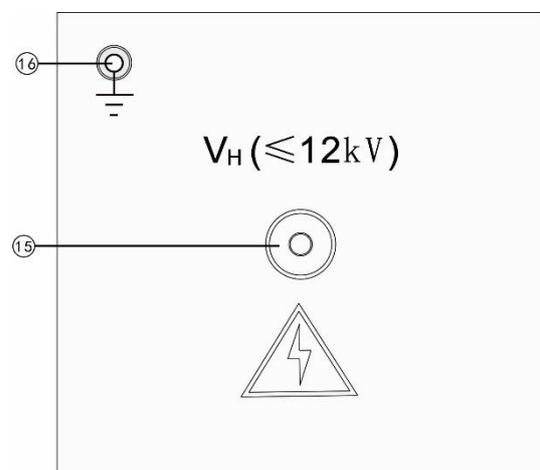

图 4—2
安装位置：如图 4—1—①。
安装位置：如图 4—1—②。
安装位置：如图 4—1—③。